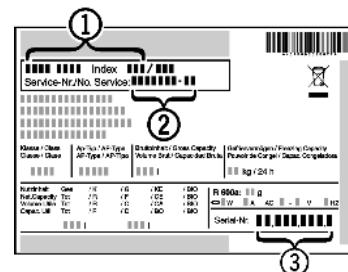

Fig. 79
- Считать обозначение устройства *Fig. 79 (1)*, сервисный номер *Fig. 79 (2)* и серийный номер *Fig. 79 (3)* с заводской таблички. Заводская табличка находится внутри устройства слева.